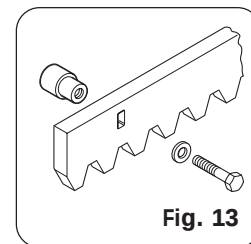

Fig. 13
4.4.1. CREMAILLERE EN ACIER A SOUDER (Fig.13)